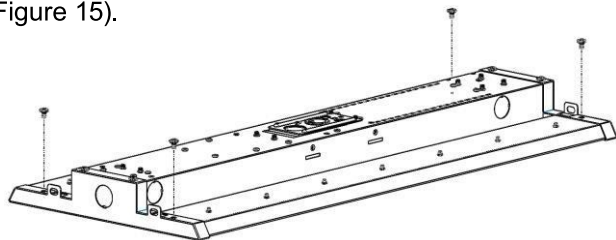

Figure 15
1. Retirez le boîtier arrière et sortez les fils d'une ouverture par le haut (Figure 14), puis réinsérez le boîtier arrière en vous assurant que les languettes sont correctement positionnées dans le luminaire (Figure 15).
2. Installez maintenant les supports comme étapes précédentes dans le boîtier arrière. Assurez-vous de visser le côté du boîtier arrière avec les languettes (Figure 15).
Pour installer les protections de sécurité, retirez les vis latérales du capuchon d'extrémité des deux côtés (Figure 15).